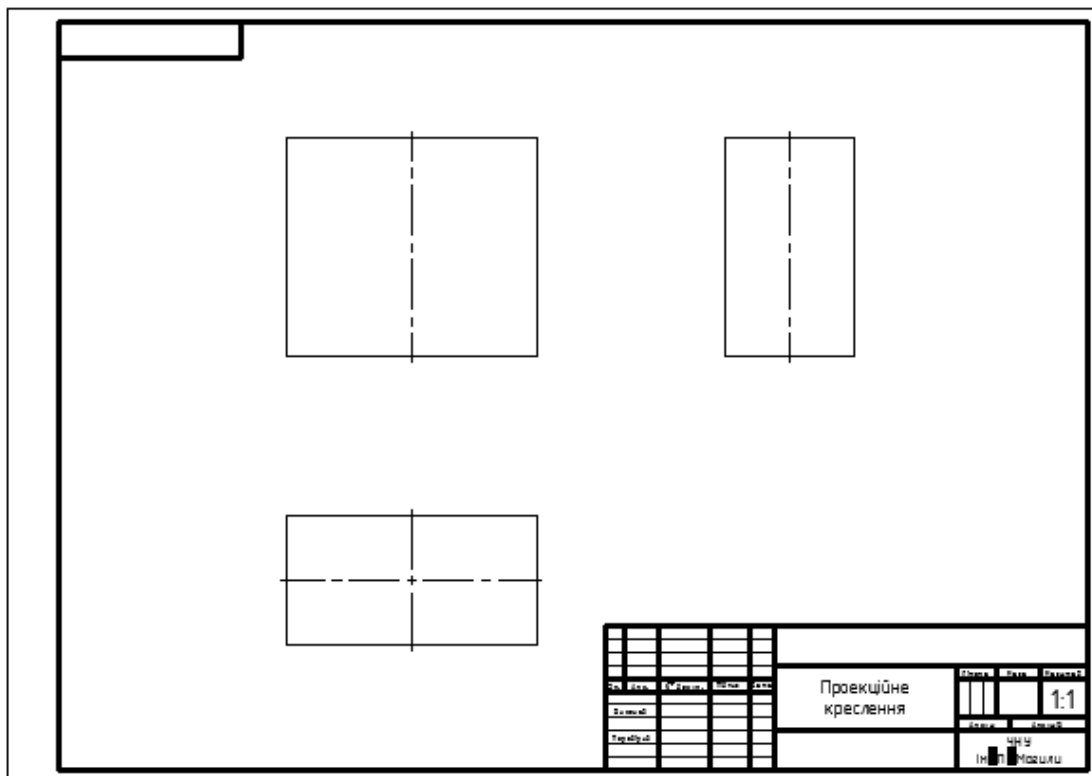

Рис. 3.26
1. Тонкими суцільними лініями нанести габаритні прямокутники, що відповідають зображенням моделі. При цьому передбачити рівномірне заповнення поля формату з урахуванням нанесення розмірів. Провести осьові лінії (рис. 3.26).